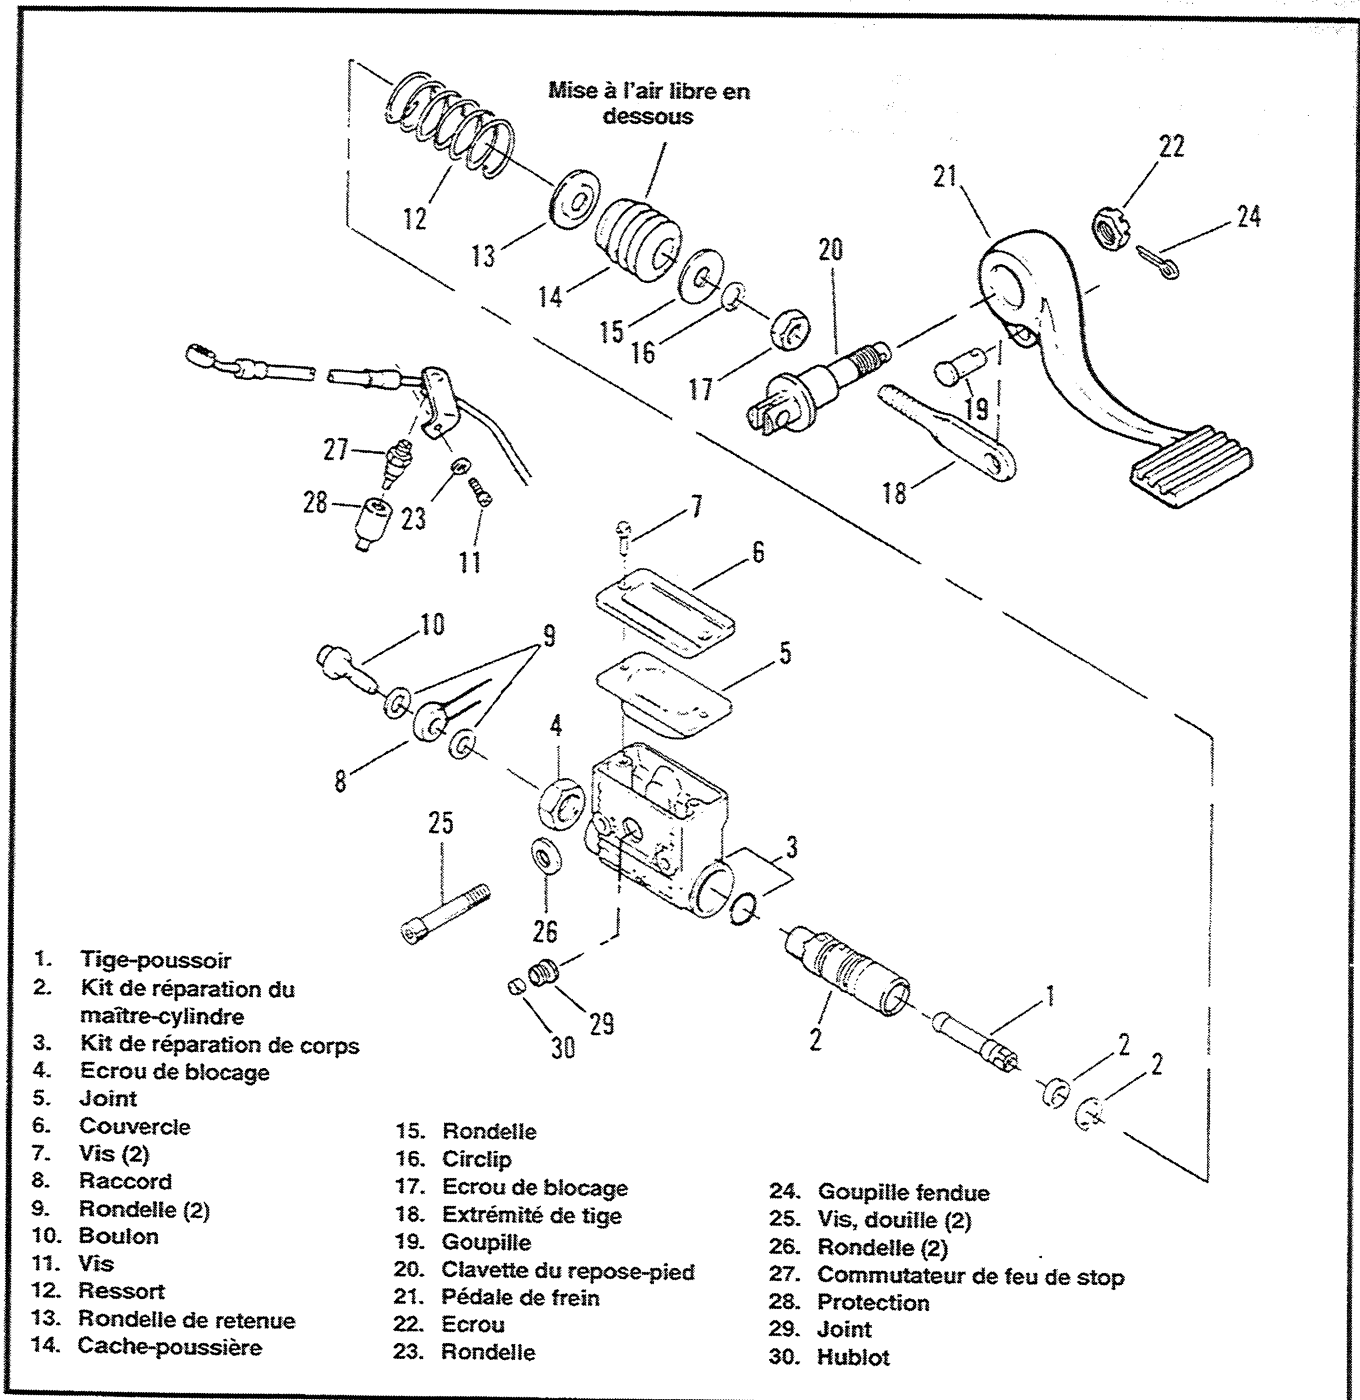
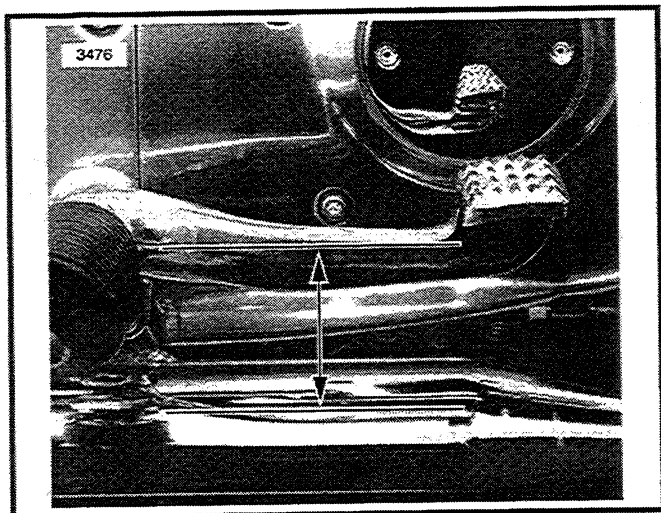

Figure 2-31. Maître-cylindre du frein arrière et tringlerie
Figure 2-32. Réglage de la pédale du frein arrière
Voir Figure 2-31. Desserrez l'écrou de blocage (17). Mettez la moto sur une surface horizontale et réglez la tige-poussoir (1) pour que la pédale de frein soit parallèle avec le sol (selon la Figure 2-32). Resserez l'écrou de blocage.
(Figure 2-31)
NETTOYAGE, VERIFICATIONS ET REPARATION (Figure 2-31)
- Voir Figure 2-31. Introduire la tige-poussoir d'origine dans l'alésage à l'extrémité de la cartouche située à l'opposé des rainures. Installez la rondelle (2) à l'extrémité de la tige-poussoir. Installez la rondelle de retenue (2) dans la rainure à côté de la rondelle à l'intérieur de l'alésage de la cartouche. Glissez les deux joints toriques (3) dans chaque rainure de la cartouche (2). Introduisez la cartouche dans le corps du maître-cylindre. Alignez l'encoche située au sommet de la cartouche avec la clé dans le corps du maître-cylindre. Poussez la cartouche jusqu'au fond de l'alésage
- Positionnez le maître-cylindre à côté du cache chromé. Installez les nouvelles rondelles acier/caoutchouc (9) de chaque côté du raccord de boulon banjo (8). Introduisez le boulon (10) à travers les rondelles (9) et le raccord de boulon banjo (8). Vissez le boulon (10) dans la cartouche; serrez le boulon à 17-22 pi-livre (23-30 N.m).
- Vissez l'extrémité de la tige (18) sur la tige-poussoir (1).
- Alignez le maître-cylindre (3) sur les orifices de montage du cache chromé. Fixez-le avec les vis (25) et les rondelles de blocage (26). Serrez les vis à 155-190 po-livre (17,5-21,5 N.m). Installez le repose-pied.
- Réglez la tige-poussoir jusqu'à ce que la pédale de frein soit parallèle au sol, selon la Figure 2-32. Serrez l'écrou de blocage.
- Voir Figure 2-31. Remplissez le maître-cylindre avec le LIQUIDE DE FREIN HYDRAULIQUE D.O.T. 5 à 1/8 po. (3,2 mm) du haut du réservoir. Installez le couvercle du maître-cylindre (6).